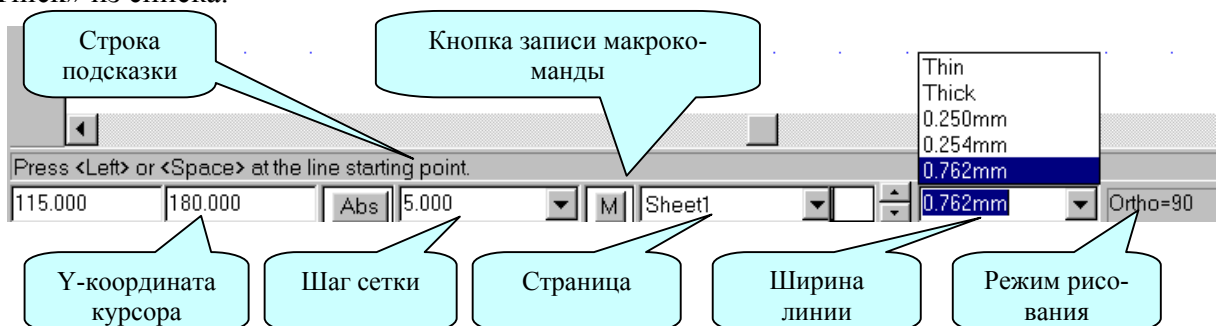

Рис. 4-2. Строка подсказки и строка состояния
3) В статусной строке, расположенной в нижней части экрана (см. рис. 4-2), в качестве текущей выберите сплошную толстую (основную) линию (Thick). Для этого нажмите на кнопку  в правой части окна «Ширина линии» (см. рис. 4-2) и выберите значение «Thick» из списка.
4) Нажимая на клавишу с буквой **Q**, установите режим ортогонального рисования линий. Текущий режим рисования отображается в правой части статусной строки. Там должна появиться надпись – *Ortho=90* (см. рис. 4-2).